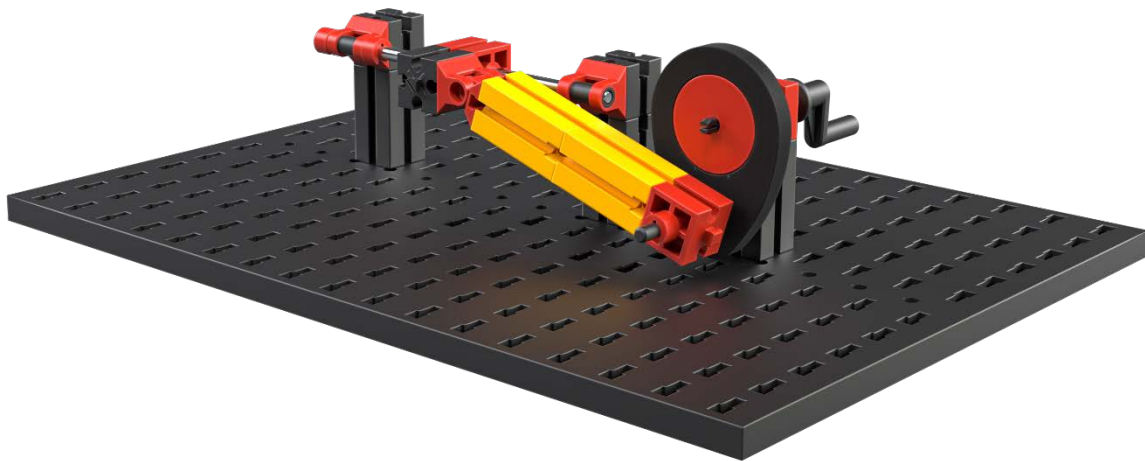

Abb. 2: Schubkurbel
1. Ein der Kurbelschwinge sehr ähnliches Getriebe ist die in Abb. 2 gezeigte „Schubkurbel“. Anders als bei der Kurbelschwinge wird hier die Kreisbewegung der Exzentrerscheibe jedoch nicht in eine Schwing-, sondern in eine Schubbewegung umgewandelt: Die Führung durch die Metallachse sorgt dafür, dass sich der Baustein 15 mit Bohrung auf einer geraden Linie hin und her bewegt.